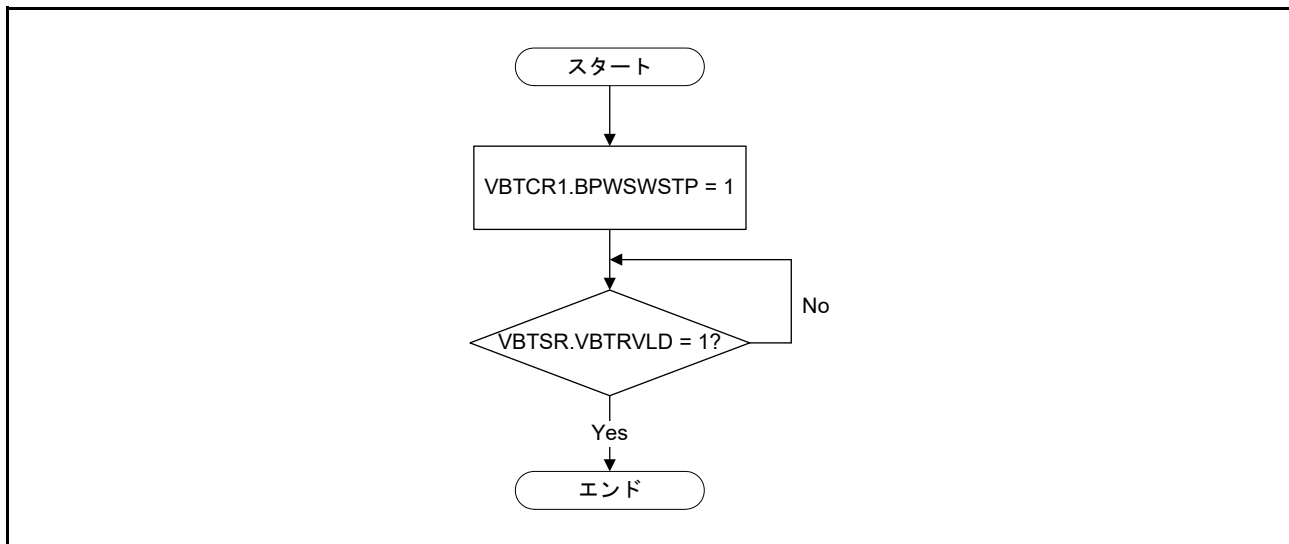

図 11.2 VBTCR1.BPWSWSTP ビットの設定フロー
- 注 . VBATT 機能を使用するか否かにかかわらず、パワーオンリセット後は、VBTCR1.BPWSWSTP ビットを 1 にする必要があります。VBTCR1.BPWSWSTP ビットの設定フローが、図 11.2 に示されています。また、VBATT 機能を使用する際は、他の関連レジスタの設定後に、VBTCR1.BPWSWSTP ビットをクリアする必要があります。
注 . 図 11.2 では、VBATSR.VBTRVLD ビットが 1 でない場合、ループを抜け出すために VBATT_POR のリセット時間 $t_{VBATPOR}$ (「48. 電気的特性」を参照) を必要とします。